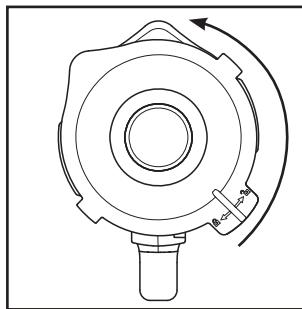
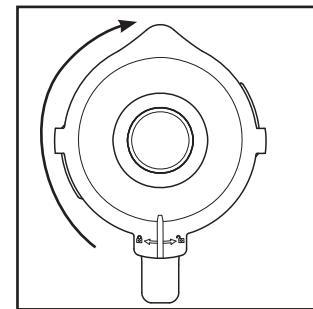

Fig. 1
Fig. 2
- 1) Détachez le bol mixeur **③** tout droit vers le haut du bloc moteur **⑥**.
- 2) Retirez le couvercle **②** en le tournant dans le sens anti-horaire en direction de la position  (voir fig. 1), jusqu'à pouvoir le retirer par le haut.
- 3) Remplissez le bol mixeur **③**. Ce faisant, ne dépassiez jamais le repère MAX.
- 4) Appuyez à nouveau fermement le couvercle **②** sur le bol mixeur **③** de manière décalée. Refermez le couvercle **②** en le tournant dans le sens horaire jusqu'à ce qu'il encrante audiblement en position  (voir fig. 2). Veillez à ce que le bec verseur du bol mixeur **③** soit fermé. Le moteur ne peut démarrer que si le couvercle **②** est posé de manière alignée.